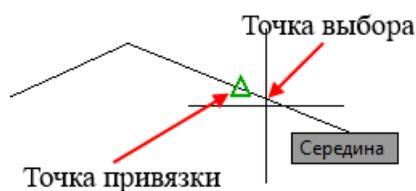

Рис. 54. Привязка Середина
**Середина** . Привязка к средней точке геометрического объекта (рисунок 54).